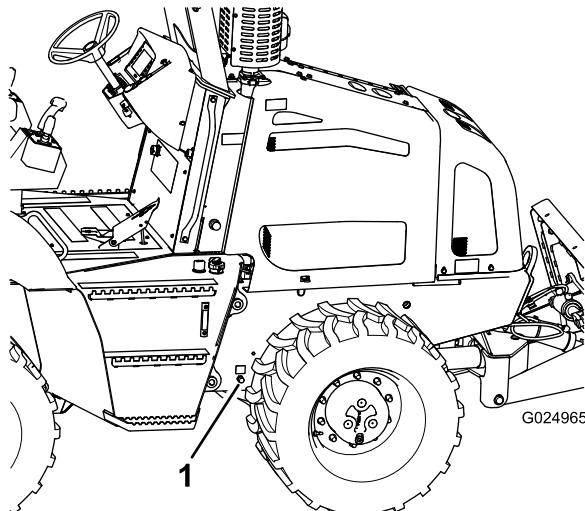

Figura 64
- Posicione uma bandeja de drenagem com capacidade mínima de 20 L (21 qt dos E.U.A.) sob o bico de drenagem do óleo do motor (Figura 64).
5. Remova completamente a tampa do bico de drenagem e aguarde o escoamento completo do óleo do motor (Figura 64).
7. Instale a tampa no bico de drenagem (Figura 64).
1. Remova a tampa do tubo de enchimento da cobertura da válvula girando a tampa e puxando-a para cima (Figura 64).